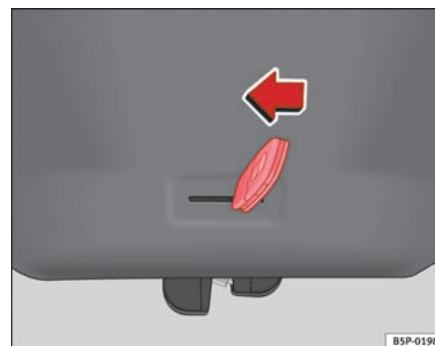

Fig. 69 Bagklap: nødoplåsning
- Sæt nøglen i slidsen, og lås låsesystemet op ved at trække nøglen fra højre mod venstre i pilens retning ⇒ fig. 69. ■